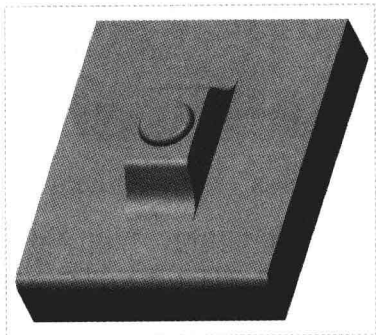

图 6-71 创建可变圆角特征
Step 05 单击“应用并保存在工具中所做的所有更改，然后关闭工具操控板”按钮 , 即可创建可变圆角特征，如图 6-71 所示。